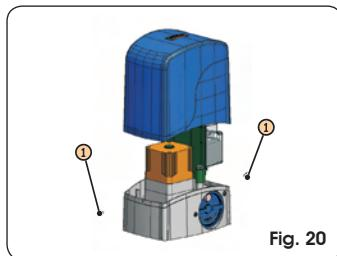

Fig. 20
Infilare il carter di copertura e fissarlo con le apposite viti in dotazione, Fig. 20, rif. ①.